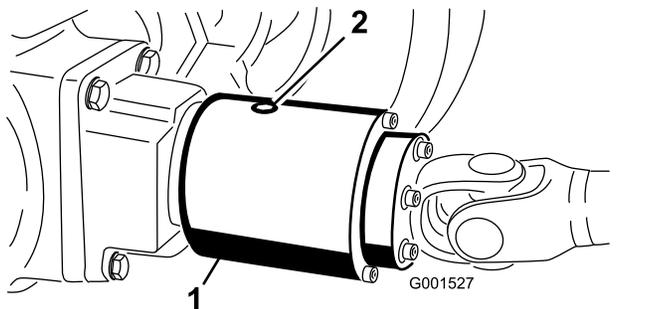

Рисунок 61
3. Поверните муфту (Рисунок 61) таким образом, чтобы пробка контрольного отверстия была в положении «на 6 часов».